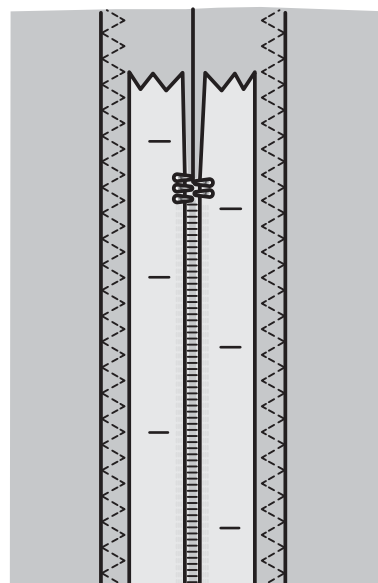

Abb. 1
2. Heften Sie die restliche Naht, d. h. die Naht für den Reißverschluss. Bügeln Sie die Naht auf. Legen Sie den Reißverschluss mit der rechten Seite auf die linke Seite der Nahtzugabe und legen Sie dabei das Reißverschlussende an die Reißverschlussöffnung des Stoffes an. Stecken Sie die rechte Seite des Reißverschlusses mit Nadeln fest (s. Abb. 1).